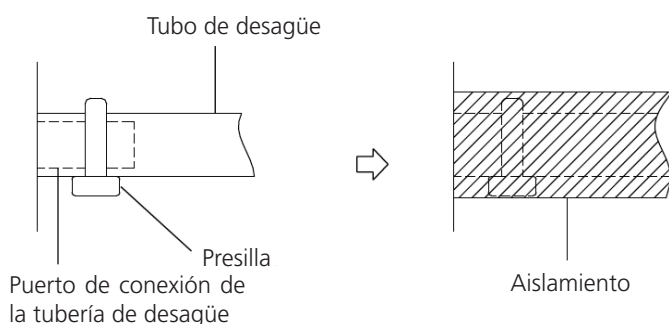

Fig. 5.1
2. Conecte el extremo del tubo de desagüe al tubo de salida de la unidad. Envuelva el extremo del tubo y sujételo firmemente con una presilla (**Fig. 5.1**).